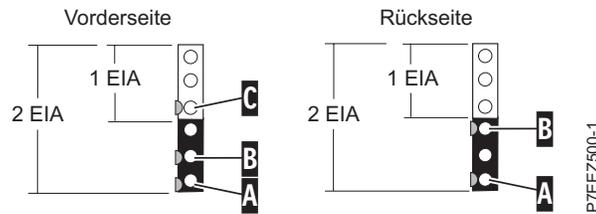

Abbildung 2. Bohrungen an Vorder- und Rückseite des Racks markieren
1. Suchen Sie von der Vorderseite des Racks aus auf der rechten Seite die untere EIA-Einheit, die von Ihrem System verwendet wird. Schreiben Sie sich die EIA-Position auf. Kennzeichnen Sie die untere Bohrung dieser EIA-Einheit mit einem Band, einer Markierung oder einem Stift mit einem **A**, wie unter Abb. 2 auf Seite 5 dargestellt. Markieren Sie das Rack so, dass die Markierung von der Rückseite des Racks sichtbar ist.
2. Beginnen Sie an der Bohrung mit der Markierung **A**, zählen Sie eine Bohrung nach oben und bringen Sie eine zweite Markierung **B** an. Markieren Sie das Rack so, dass die Markierung auch von der Rückseite des Racks sichtbar ist, wie in Abb. 2 dargestellt.
3. Beginnen Sie an der Bohrung mit der Markierung **B**, zählen Sie zwei Bohrungen nach oben und bringen Sie eine dritte Markierung **C** an, wie in Abb. 2 dargestellt.
7. Beginnen Sie an der Bohrung mit der Markierung **A**, zählen Sie zwei Bohrungen nach oben und bringen Sie eine zweite Markierung **B** an, wie in Abb. 2 dargestellt.